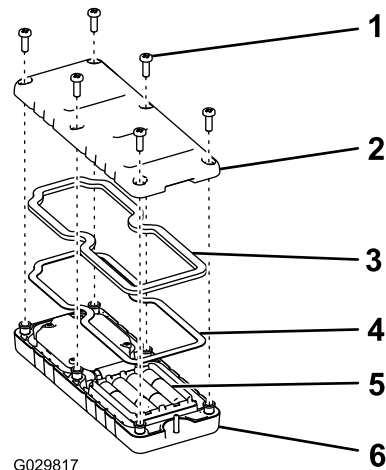

图31
1. 从遥控器后面卸下 6 个螺钉然后取下后盖图31。
5. 放回后盖并用先前卸下的 6 个螺丝固定图31上紧螺丝扭矩至 1.51.7N·m。